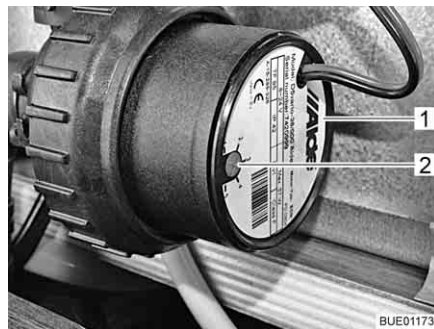

Fig. 135 Riduzione del numero di giri
Con il pomello girevole (Fig. 135,2) è possibile impostare il numero di giri della pompa di circolazione. A un numero di giri ridotto i rumori prodotti dal funzionamento della pompa si riducono.
Il pomello girevole si trova sulla pompa di circolazione (Fig. 135,1).
- Ruotare il pomello girevole (Fig. 135,2) in senso antiorario. La potenza diminuisce.